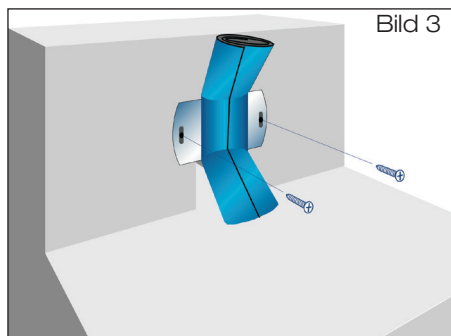

Bild 3
1.4 Schiebeflansch (mit zusammengerollter Anschlussmanschette) mittels Schlitzschraubenzieher befestigen (Bild 3).